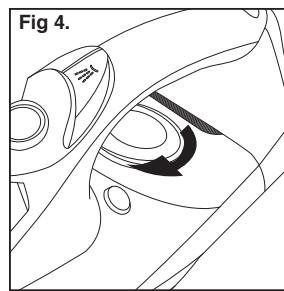

Fig 4.
- Es posible planchar con vapor siempre que el depósito disponga de agua y la temperatura seleccionada sea la adecuada. (Fig.4)
- Seleccionar la máxima temperatura de la plancha, girando el en sentido horario el regulador de temperatura de la plancha. (Fig 4)
- Pasar la plancha de arriba abajo pulsando el mando vapor (B). Importante: para el algodón y el lino se aconseja poner la base de la plancha en contacto con el tejido. Para otros tejidos más delicados se aconseja tener la base de la plancha a unos centímetros de distancia.